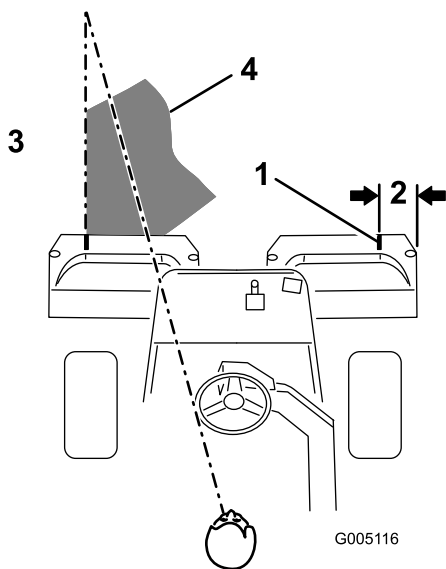

Figura 23
**Nota:** Para ayudar a mantener una línea recta a través del green y mantener la máquina a la misma distancia de la pasada anterior, imagínese una línea que va desde un punto situado a 1,8–3 m aproximadamente por delante de la máquina, hasta el borde de la parte no segada del green (Figura 23). Incluya el borde exterior del volante como parte de la línea imaginaria, es decir, mantenga el borde del volante alineado con un punto que se mantiene siempre a la misma distancia de la parte delantera de la máquina.